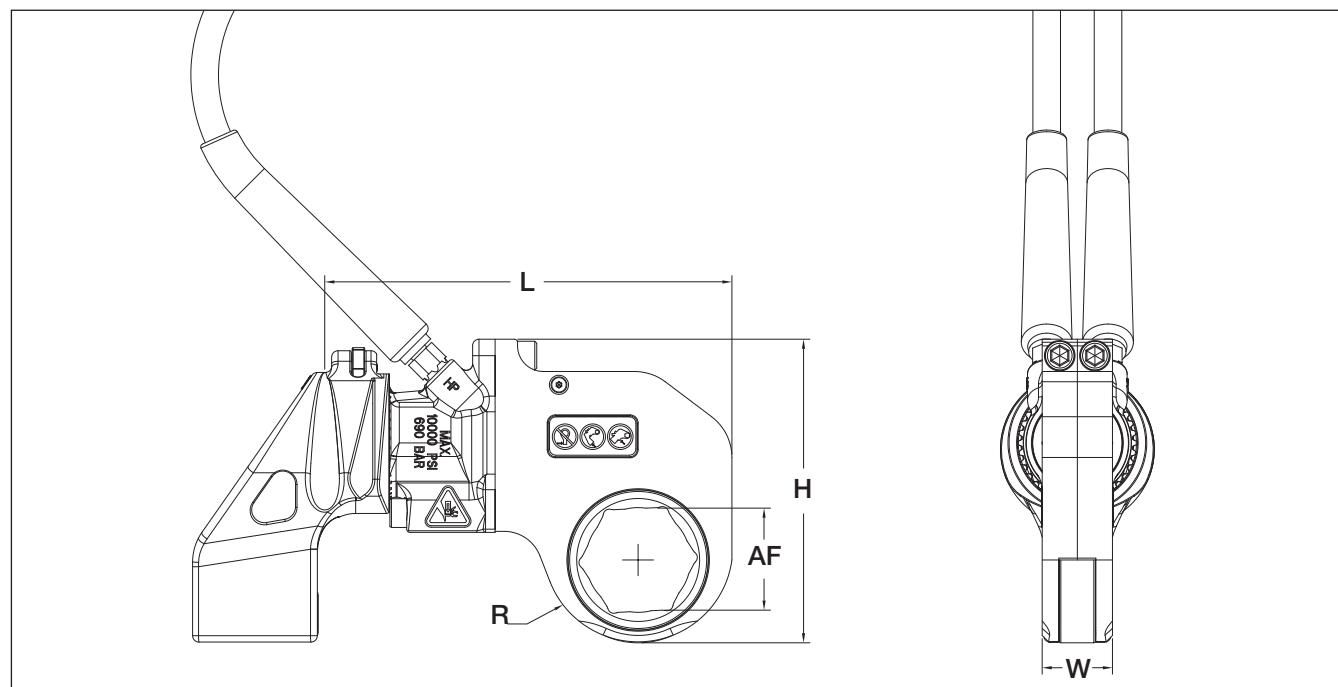

Fig. 7.1-1
7.2.1 Tabell för imperial - RSL sexkantskassett (se Fig. 7.1-1 för platser med dimensionerna R, L, H och W)
(se Fig. 7.1-1 för platser med dimensionerna R, L, H och W)